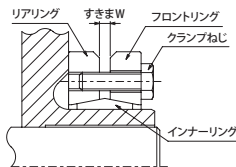

図12
- ボスをシャフトに装着したのちクランプディスクをセットします。セットするまえにクランプディスクのすきま W(図12)を予め一定にセットしてください。このときクランプねじをあまり強く締めないように軽くインナーリングが動く程度で調整してください。